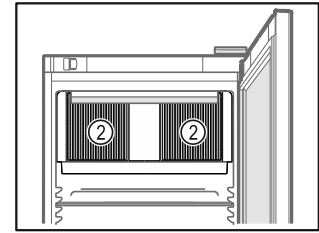

Fig. 49
- Διατηρείτε ελεύθερες τις σχισμές αερισμού Fig. 49 (2) του ανεμιστήρα στο εσωτερικό.